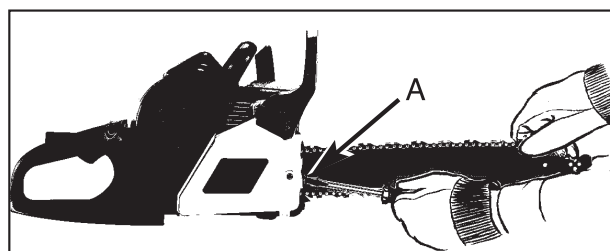

Рис. 5
1. Чтобы натянуть цепь, поверните регулировочный винт (D) ПО ЧАСОВОЙ СТРЕЛКЕ, направив носок шины вверх. Чтобы ослабить натяжение цепи, поверните регулировочный винт (D) ПРОТИВ ЧАСОВОЙ СТРЕЛКИ. Убедитесь, что цепь плотно сидит на шине по всей ее длине (Рис. 5).